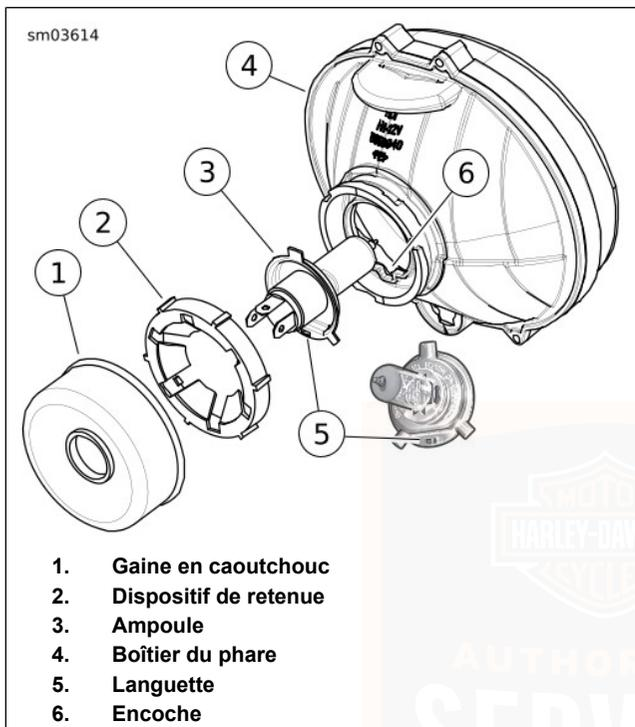

Figure 61. Ensemble de boîtier de phare
1. Voir Figure 61. Retirer la gaine en caoutchouc (1).
2. Tourner la retenue (2) dans le sens antihoraire et la retirer.
4. Voir Figure 61. Installer la **nouvelle** ampoule dans le boîtier du phare. S'assurer que la languette (5) sur l'ampoule est alignée avec le logement (6) dans le boîtier de l'ampoule.
5. Installer la retenue (2) et tourner dans le sens horaire pour l'attacher.
6. Installer la gaine en caoutchouc (1) sur la retenue jusqu'à ce qu'elle s'aligne avec la base de la douille de l'ampoule.